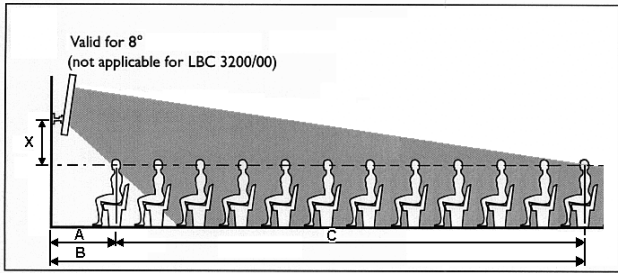

Abbildung 1: Abstrahlung der Lautsprechereinheit und Hörebene in Seitenansicht
1. Bestimmen Sie die Abmessungen des gewünschten Hörbereichs (eine horizontale Ebene auf Ohrenhöhe der Zuhörer – siehe gestrichelte Linie in Abbildung 1).
3. Gehen Sie in Diagramm 1 von der maximalen Entfernung auf der horizontalen Achse nach oben. Gehen Sie vom vertikalen Schnittpunkt mit der diagonalen B-Linie horizontal zur vertikalen Achse. Der X-Wert (Höhe der Montagehalterung der Lautsprechereinheit über der Hörebene, „X“ in Abbildung 1) steht auf dieser Achse. Die horizontalen Schnittpunkte mit anderen diagonalen Linien geben Informationen zu den Abmessungen des Hörbereichs an. Diese Zahlen beziehen sich auf die Abbildungen 2 und 3 (siehe auch das Beispiel unten).